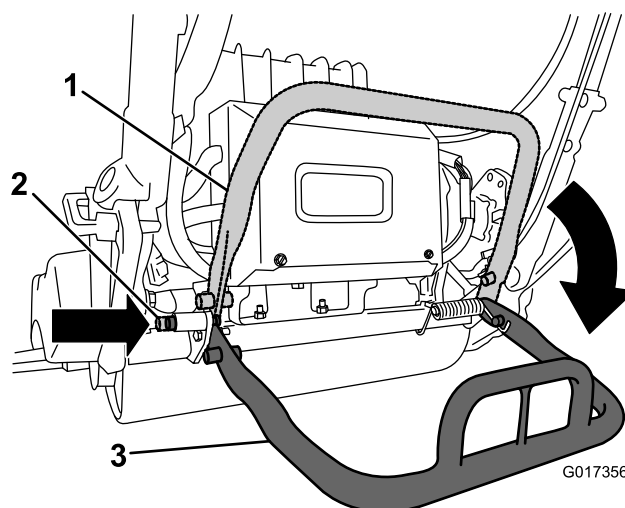

Bild 26
- Wenn Sie den Ständer zum Entfernen der Spindel verwenden, senken Sie ihn ab und drücken den Arretierstift ein, um den Ständer in der Wartungsstellung zu arretieren (Bild 26).